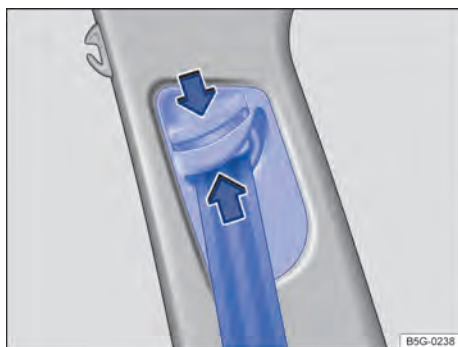

Fig. 74 Ao lado dos bancos dianteiros: regulagem de altura do cinto de segurança.
- Pressionar o dispositivo regulador no sentido da seta e mantê-lo pressionado → Fig. 74.